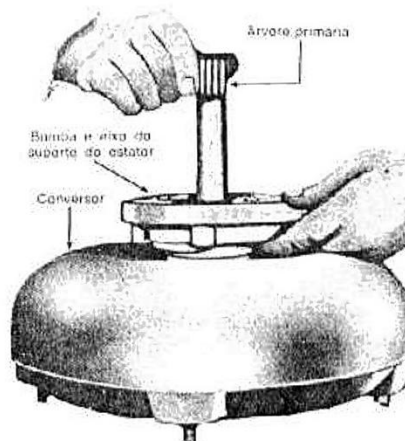

fig. 28 — verificação da interferência entre a turbina e o estator
3. Colocar a árvore primária no cubo da turbina (fig. 28).